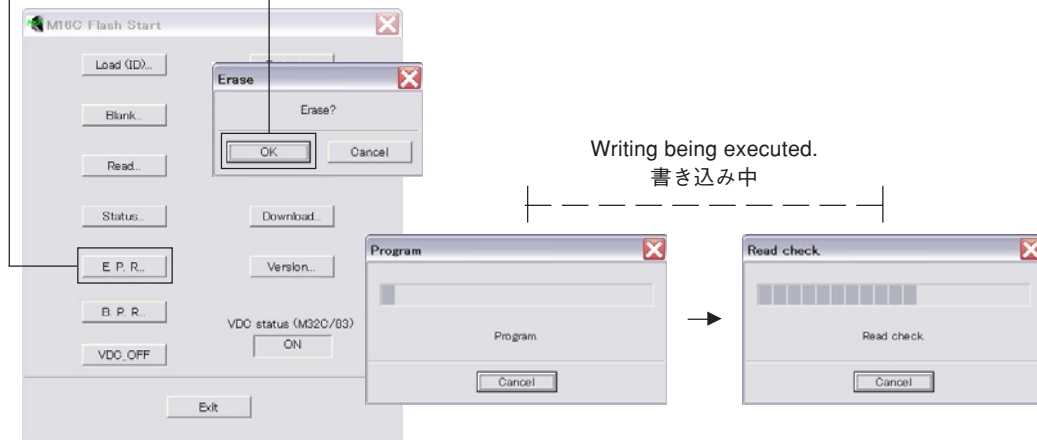

Fig. 4
10. Click [E.P.R.], the screen appears as shown below. (Fig. 4)
10. [E.P.R.]をクリックすると、下記の画面が表示されます。(Fig. 4)
Click [OK] and start writing. (Fig. 4)
[OK]をクリックし、書き込みを開始します。(Fig. 4)